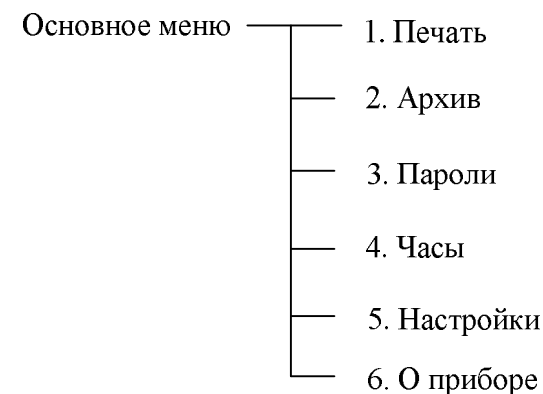

Рисунок 2
2.6.11 Управление работой расходомера осуществляется через основное меню (рисунок 2).